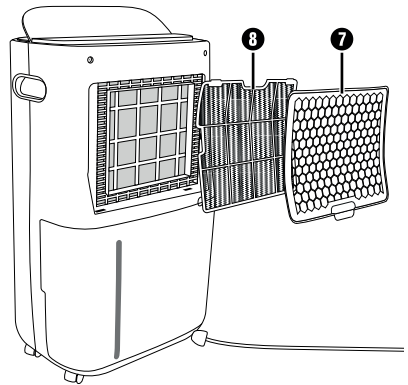

Fig. 6
- ◆ El montaje se realiza en orden inverso (consulte la fig. 6). Coloque primero el filtro de aire **8** bajo las dos pestañas superiores de la rejilla de entrada de aire **7** y después bajo las dos pestañas inferiores.